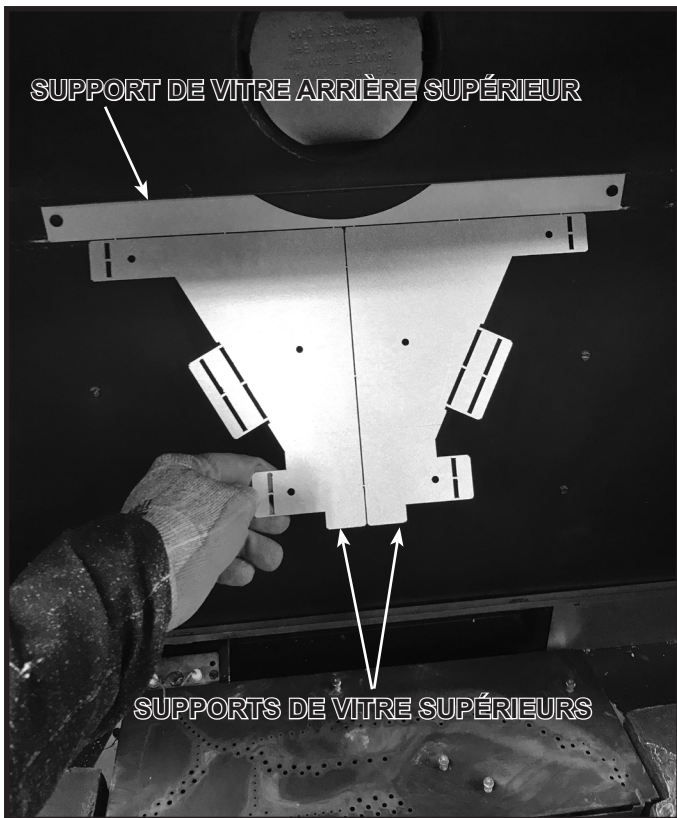
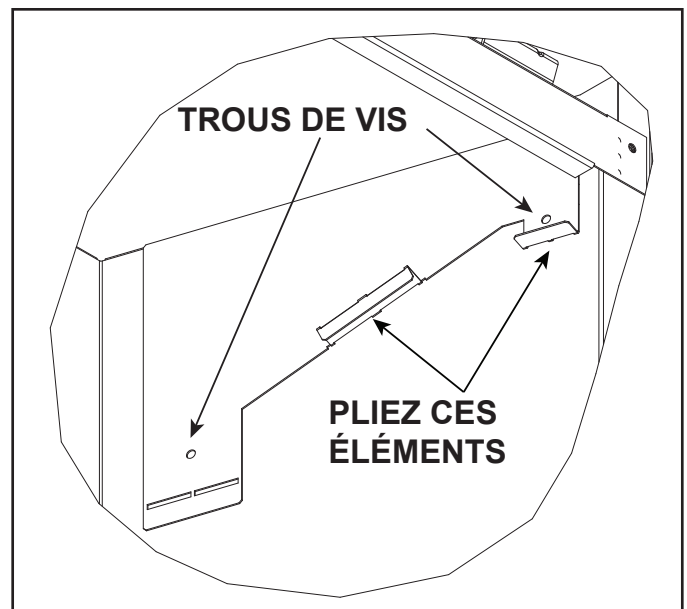
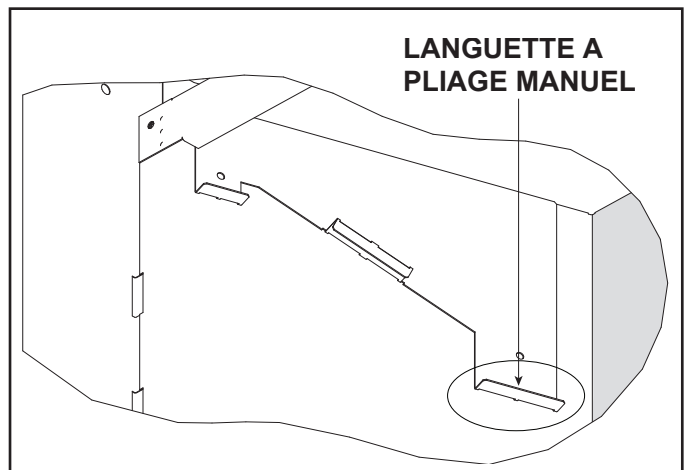

Figure 11.11 Enlevez les supports de vitre supérieurs
Figure 11.13 Pliez les supports de vitre supérieurs (Support supérieur droit montré)
Figure 11.14 Supports de vitre supérieurs installés (support supérieur gauche montré)
3. Retirez les supports de vitre supérieurs de l'arrière du foyer en tirant vers l'avant sur le bord inférieur pour les libérer. Séparez-les ensuite en les détachant l'un de l'autre. Voir les figures 11.11 et 11.12. Courbez le support « de droite » comme indiqué sur la figure 11.13. Courbez le support « de gauche » comme indiqué sur la figure 11.14.
4. Installez le support de vitre supérieur droit en poussant le support vers le haut au-dessus de la boîte à feu et vers l'extérieur sur la face avant de la boîte à feu. Le bord avant du support doit être serré contre la face de la boîte à feu et le bord supérieur du support doit être serré contre la partie supérieure de la boîte à feu. Installez le support en insérant les deux vis autotaraudeuses dans la boîte à feu à travers le support. Voir la figure 11.13. Reproduisez cette étape pour l'installation du support de vitre supérieur gauche.
6. D'une main sur le panneau de verre arrière, pliez « vers le haut » la languette pliée à la main sur le support de vitre supérieur à environ 90 degrés. Voir la figure 11.14. Pliez « vers le haut » la languette pliée à la main sur le support opposé. Le panneau de verre arrière est à présent installé. Ce panneau sera maintenu en place par les panneaux latéraux une fois installés.